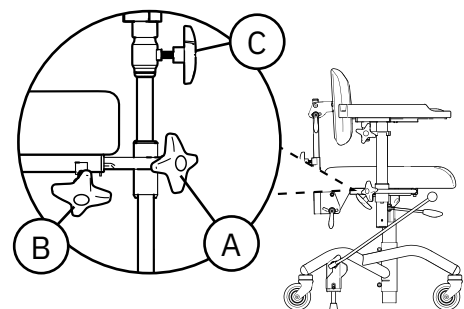

Abb. 5.36. Hemiplegie-Armlehnen.
Hemiplegie-Armlehnen sind in Höhe (A) und Breite (B) verstellbar und können geschwenkt werden, siehe Abb. 5.36.